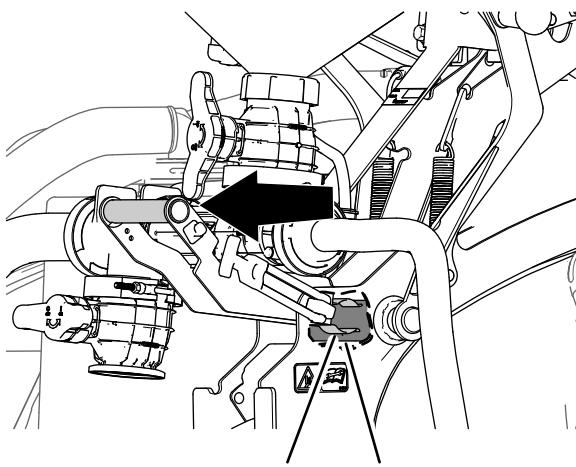

図 37
2. エダクタのハンドルの他にエダクタのクレードル上部でもエダクタのハンドルを握り、ハンドルを引き出すようにしてスプリングクリップをピボットチューブから外す図35と図37。
1. エダクタのハンドルの他にエダクタのクレードル上部のハンドルも握り、ハンドルを外側に引き出すようにしてラッチのフック部分をスプリングプレートの外側に合わせる 図 37 と 図 40。
4. エダクタのハンドルを押し込んでフックをラッチロッドまで上げ、スプリングクリップがピボットチューブの周囲に完全に収まるようにする 図 37。